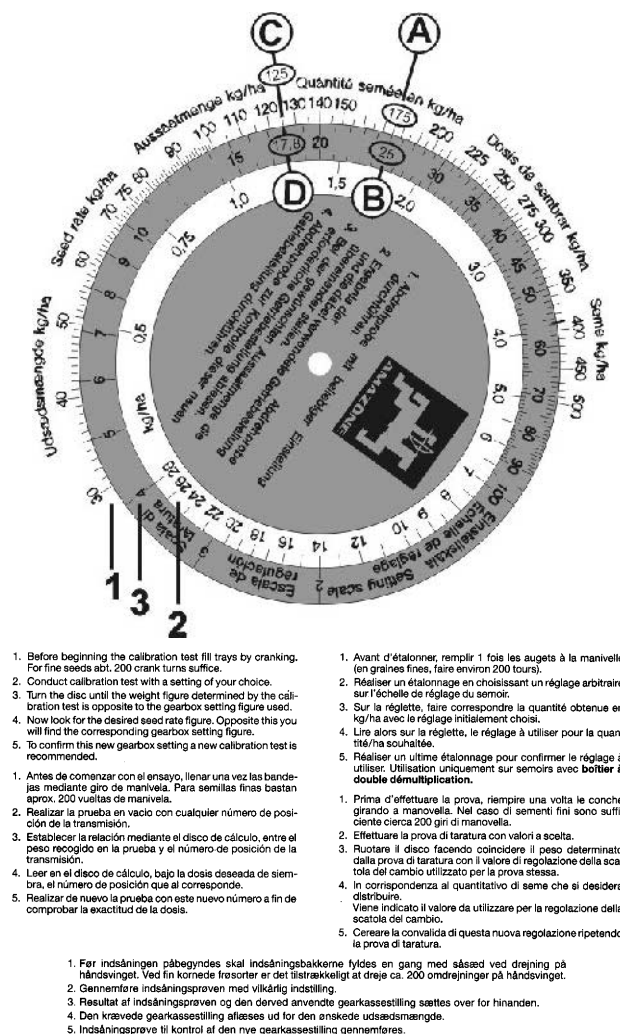

Fig. 72
Regneskiven består af 3 skalaer: En ydre hvid skala (Fig. 72/1) til alle såmængder over 30 kg/ha og en indre hvid skala (Fig. 72/2) til alle såmængder under 30 kg/ha. På den midterste farvede skala (Fig. 72/3) aflæses gearindstillingerne fra 1 til 100.
- På regneskiven anbringes såmængden 175 kg/ha (Fig. 72/A) og "gearindstilling 25" (Fig. 72/B) over for hinanden.
- På regneskiven aflæses nu gearindstillingen for den ønskede såmængde på 125 kg/ha (Fig. 72/C). I dette tilfælde er der tale om "gearindstilling 17,8" (Fig. 72/D).